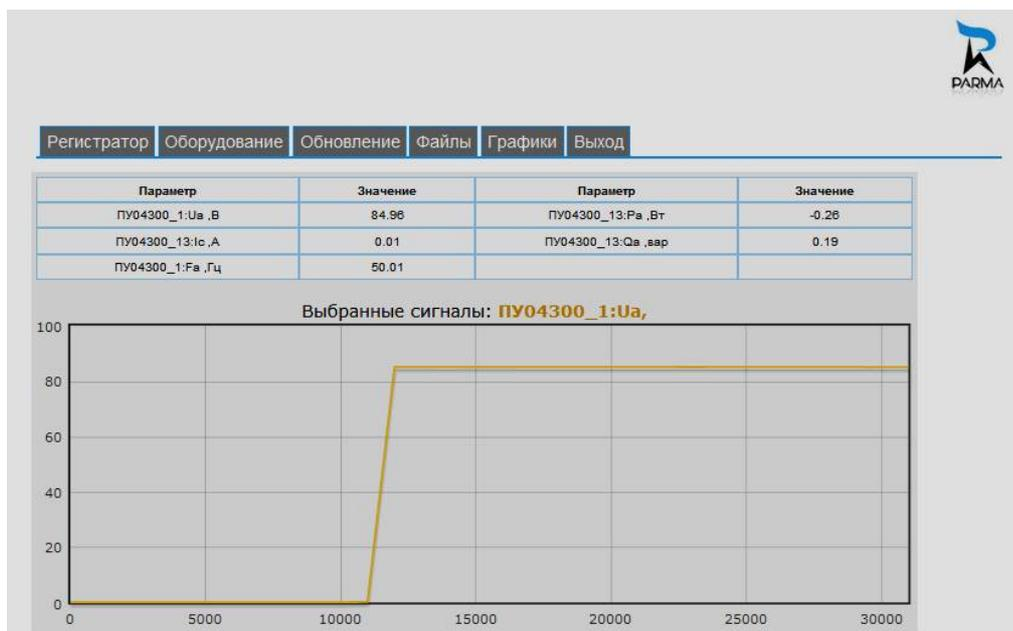

Рисунок 32. Вывод значений сигнала напряжения группы «Самописец»
7.3.3.6 Для просмотра списка сигналов необходимо выбрать группу сигналов, рисунок 32.
7.3.3.7 Для выбора сигнала, который требуется просмотреть, рисунок 32 и 33 необходимо переместить указатель компьютерной мыши на название параметра и нажать левую клавишу.